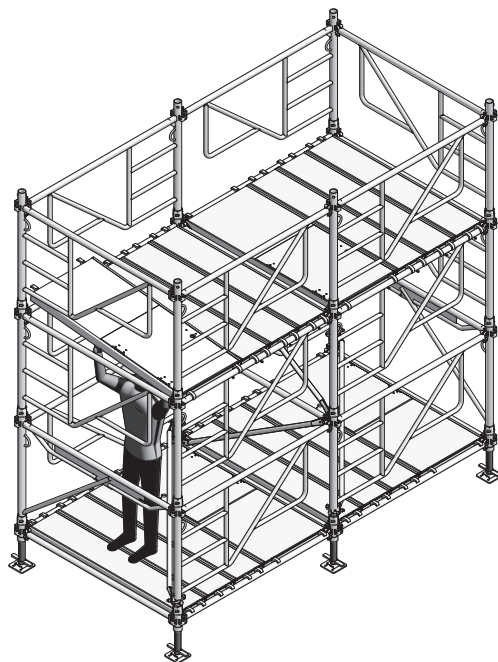

Fig. 19.1
19. Démontez les plateaux du niveau 1 et les installez au niveau 2 (Fig. 19.1).